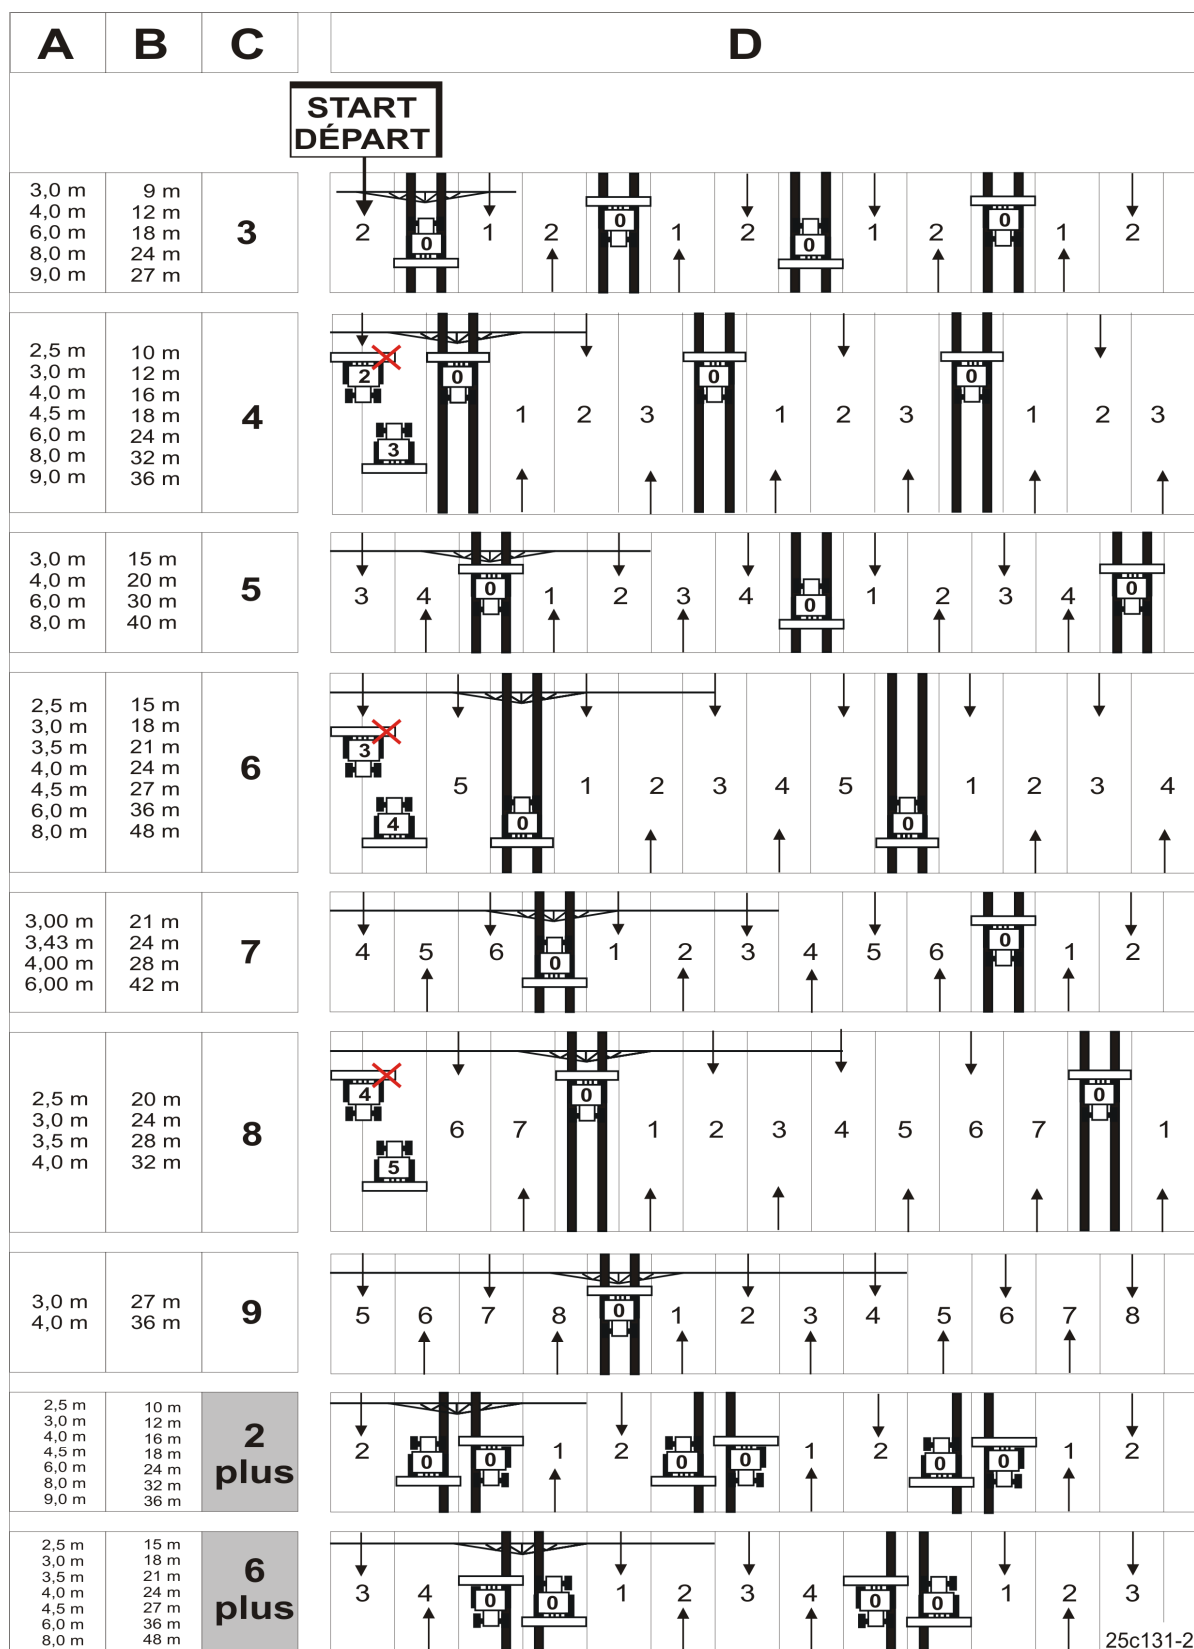

Fig. 53
Crearea cărărilor tehnologice este reprezentată în figura (Fig. 53) pe baza unor exemple:
1. În tabelul (Fig. 53) căutați:
În figura (Fig. 53) se afișează exemple pentru crearea cărărilor tehnologice cu cadența cărărilor tehnologice 4, 6 și 8.
În figura (Fig. 53) sunt ilustrate exemple pentru crearea cărărilor tehnologice cu ritmul 2 plus și 6 plus.